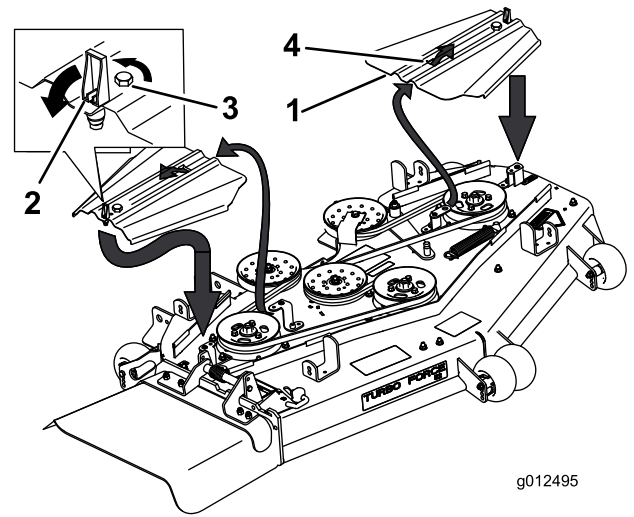

Figura 67
5. Retire as coberturas da correia e os parafusos presos a elas (Figura 67).
12. Instale as coberturas da correia fazendo deslizar a cobertura para a patilha, aperte os parafusos e feche os trincos (Figura 67).